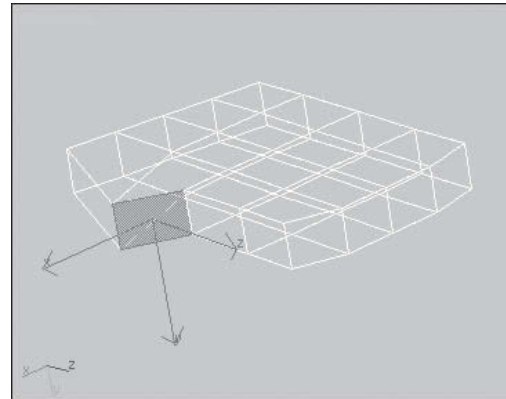

Fig.2.86
- 4 Sélectionnez le polygone situé à droite pour créer le pouce (fig.2.86).